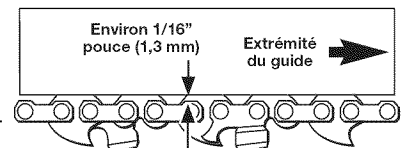

Fig. 33
- **Tension d'une chaîne chaude** - Lors d'une utilisation normale, la température de la chaîne augmente. Les maillon-guides d'une chaîne chaude correctement tendue retombent de la rainure du guide d'environ 1/16 pouce (1,3 mm) (Fig. 33).